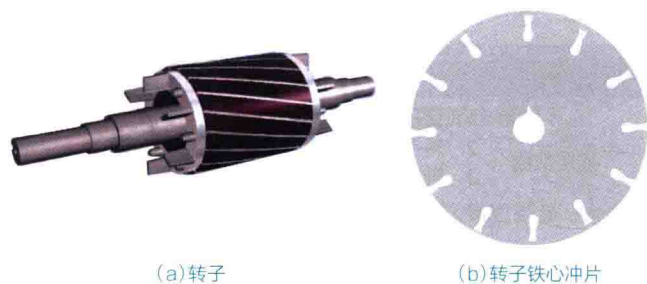

图 1-3
- ① 转子铁心: 转子铁心的作用和定子铁心的作用相同。它也是电动机磁路的一部分。在转子铁心外圆均匀地冲有许多槽, 用来嵌放转子绕组。转子铁心也是用 0.5 mm 的硅钢片叠压而成, 整个转子铁心固定在转轴上。转子铁心冲片槽形图如图 1-3 所示。
- ② 转子绕组: 三相异步电动机按转子绕组的结构可分为绕线式转子和笼型转子两种。根据转子的不同, 异步电动机分为绕线式转子异步电动机和笼型异步电动机。绕线式转子绕组与定子绕组相似, 也是嵌放在转子铁心槽内的对称三相绕组, 通常采用 Y 形接法。转